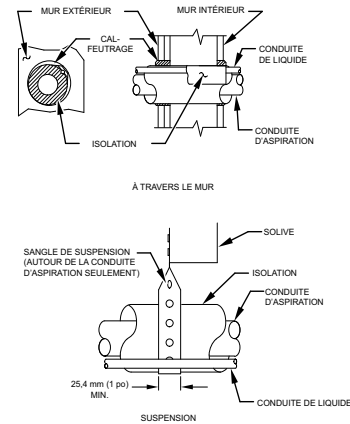

Figure 1 – Installation des conduites
6. Lorsque vous acheminez les conduites de frigorigène à travers le mur, scellez l'ouverture au moyen d'un composé à base de silicone résistant aux variations de température ou de tout composé de calfeutrage souple à base de silicone (voir la Figure 1).
8. Ne suspendez pas les conduites de frigorigène aux solives et poutres au moyen de fils rigides ou de sangles en contact direct avec les conduites (voir la Figure 1).
10. Au besoin, utilisez les sangles de suspension de 25 mm (1 po) de largeur qui correspondent à la forme de l'isolant des conduites (voir la Figure 1).